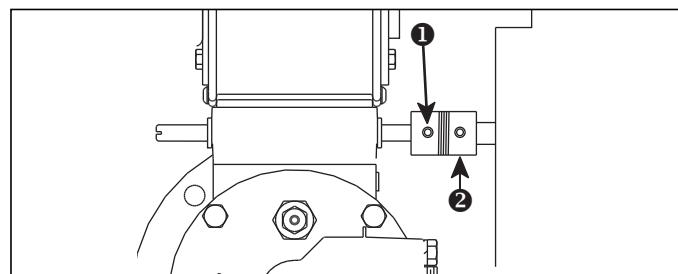

图 4.3. 配置柔性联轴器的执行器
- 对于配置带有固定螺钉的联轴器的空气控制执行器，如图 4.3 所示，松开位于联轴器 ② 燃烧器侧的固定螺钉 ①。
- 对于配置带有固定螺钉的联轴器的空气控制执行器，如图 4.3 所示，紧握蝶阀就位并拧紧固定螺钉 ②。